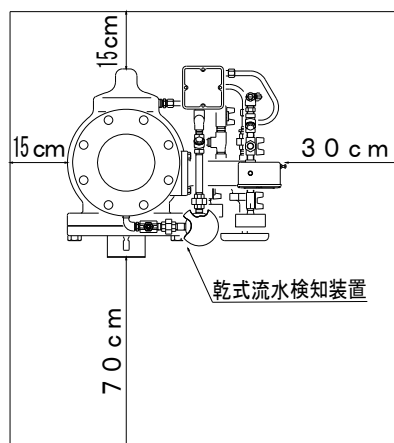

図 3. 必要メンテナンススペース
(1) 据付前準備
- ① 本機器を据え付ける前に図 3 で示す必要メンテナンススペースを確保してください。特に本機器の正面から 70cm 以内に配管や電線管などの障害物があると、正面に人が立って自動警報弁本体のメンテナンス等を行うことが出来なくなります。